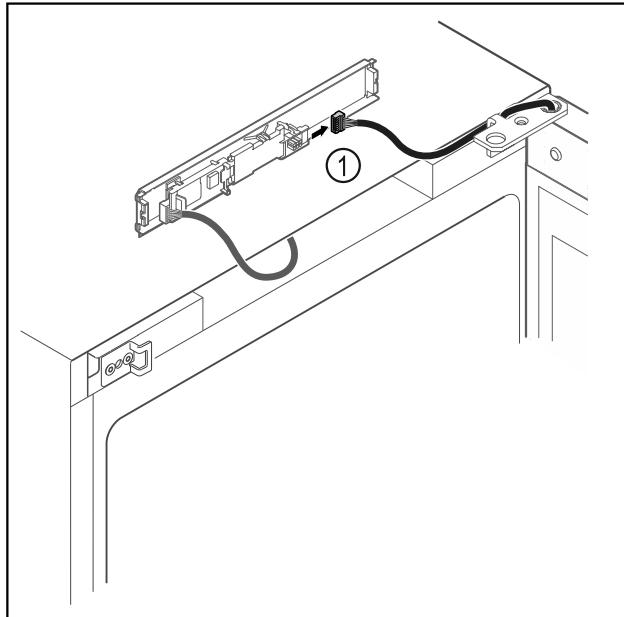

Fig. 12
- Αποσυνδέστε το φις Fig. 12 (1) από την πλακέτα.